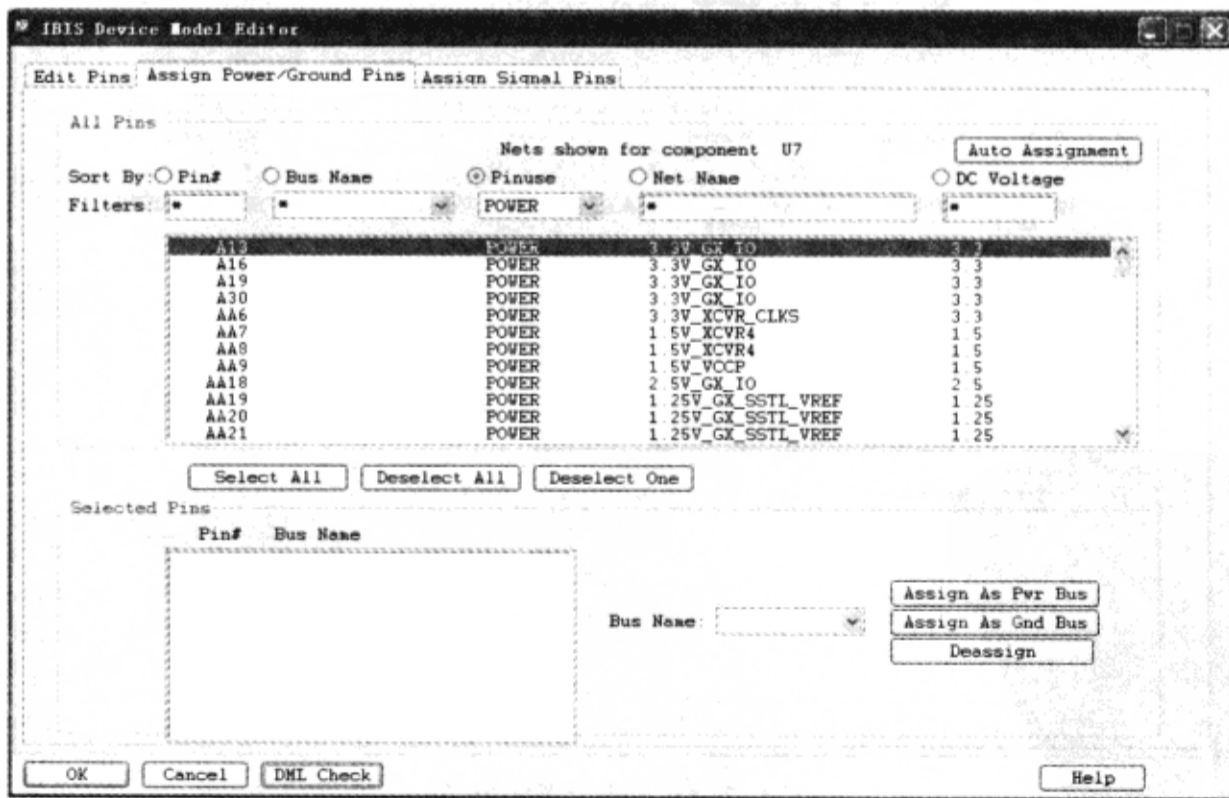

图 5-3-43 分配电源/地引脚
(5) 在 “IBIS Device Model Editor” 对话框选择 “Assign Power/Ground Pins” 标签页，如图 5-3-43 所示。